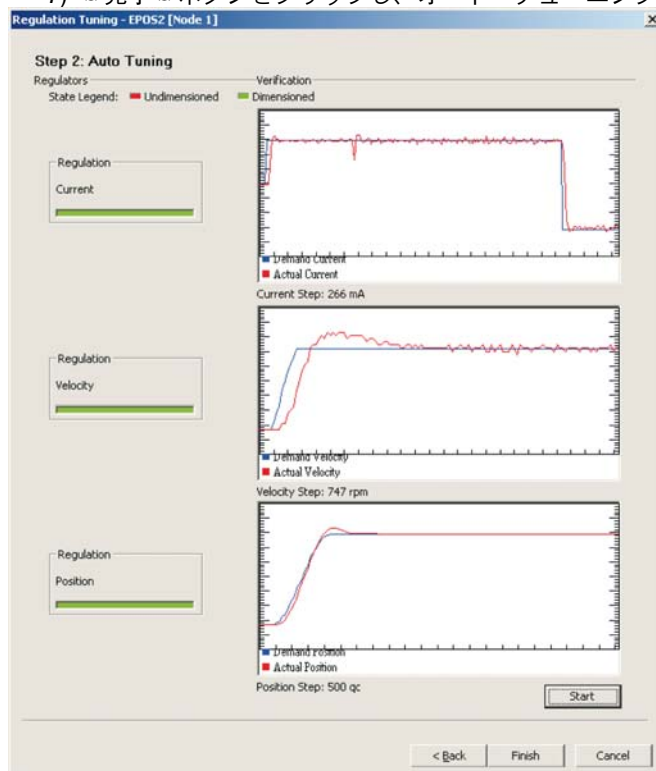

図 3-35 オート・チューニングの終了
- 電流 (current), 回転数 (velocity), 位置制御 (position) の各ゲイン調整が順番に実行されます。正しい制御ゲインが見つかったら、3 つ全てのステータス・バー緑色に変わりオート・チューニングは終了します。(→ 図 3-35).